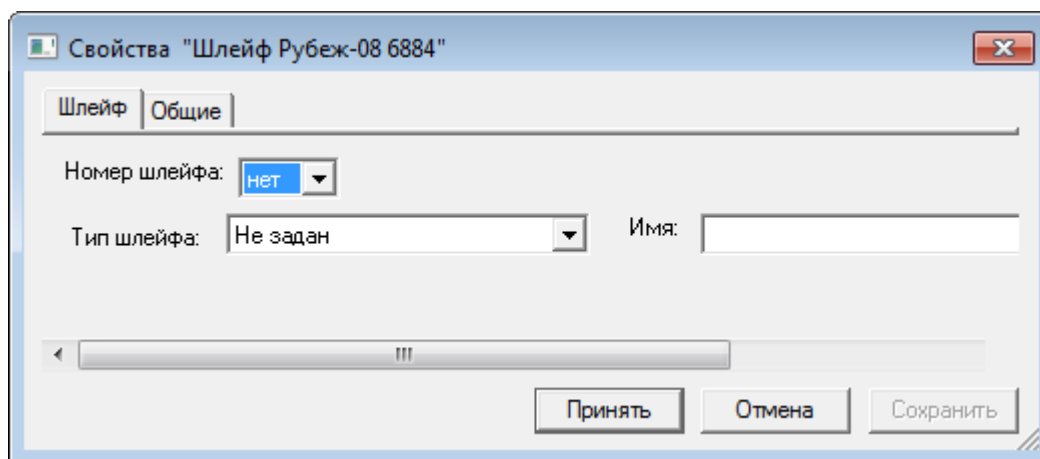

Рисунок 8 — Добавление элемента Шлейф Рубеж-08
2. В окне **Свойства «Шлейф Рубеж-08»** (рисунок 8) в раскрывающемся списке **Номер шлейфа** (1-8) либо **Номер реле** (1-4) выберите номер соответствующего добавляемого оборудования. На рисунке ниже представлен пример свойств элемента ИУ Рубеж-08.)